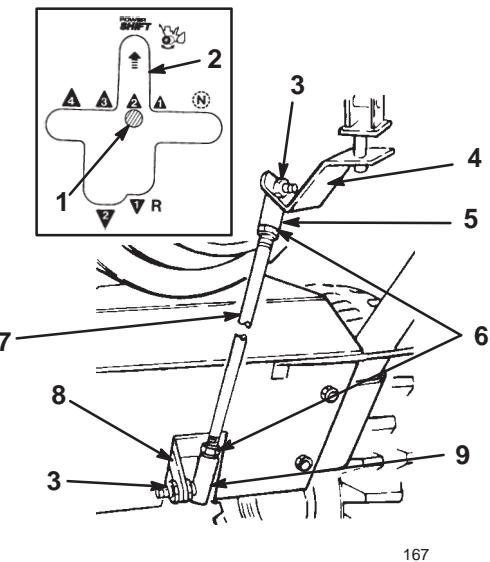

Bild 6
- Führen Sie den oberen Kugelgelenkbolzen durch die Vorderseite des Schaltbügels und befestigen Sie ihn mit einer Sicherungsmutter (Bild 6).
- Führen Sie den unteren Kugelgelenkbolzen durch die rechte Seite des Schalthebels und befestigen Sie ihn mit einer Sicherungsmutter (Bild 6).
- Legen Sie den zweiten Gang ein und überprüfen Sie, ob die Position der Schaltstange mit dem Power Shift-Schlitz übereinstimmt (siehe Einsatz in Bild 6).
- Nehmen Sie das Kugelgelenk vom Schalthebel und lösen Sie die Klemmmutter (Bild 6).
- Drehen Sie das Kugelgelenk nach oben bzw. nach unten, bis Schalthebel und Power Shift-Schlitz aufeinander ausgerichtet sind (Bild 6).
- Bringen Sie das Kugelgelenk am Getriebehebel an und ziehen Sie die Klemmmutter an (Bild 6).